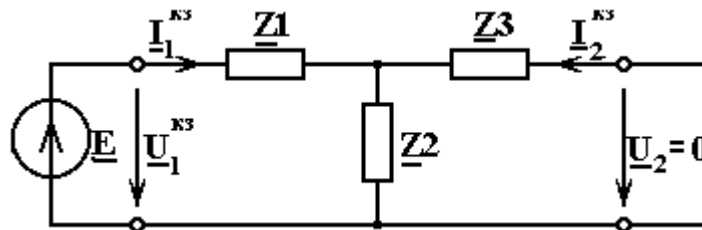

Рис.5.7
2.1. Схема четырехполюсника (рис.5.7)